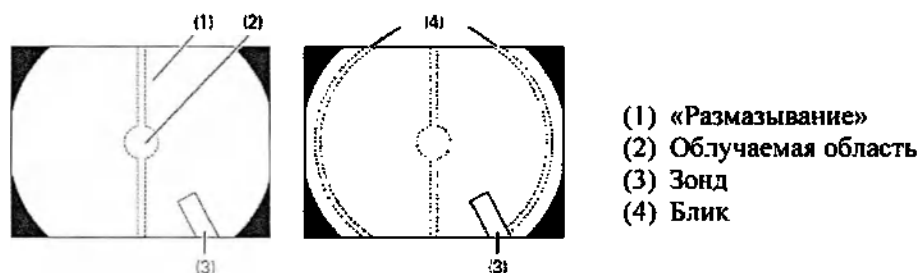

Рис. 9.6
- При работе с лазером на высокой мощности и/или если дистальный конец эндоскопа находится на расстоянии 10мм и менее от облучаемой зоны, по краям изображения могут возникать блики (Рис. 9.6).